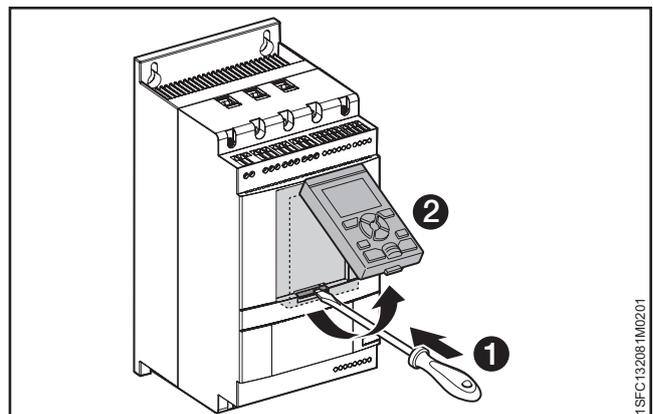

图 4.8 取下键盘
当您需要拆下 PSTX 键盘时，要用可同时进行串行通讯和供电的 3 米长附带电缆进行连接。并将该电缆连接到软起动器前面的网络端口。用螺丝刀摁下卡口可以拆下键盘，见图 4.8 中的 ① 和 ②。